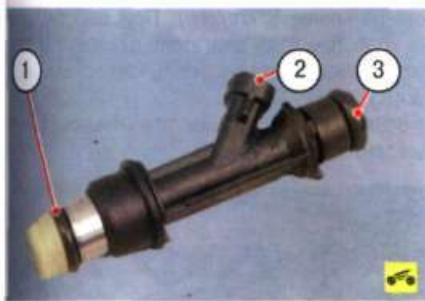

Рис. 5.23. Форсунка системы впрыска топлива: 1 – нижнее уплотнительное кольцо; 2 – штекерные выводы обмотки электромагнита; 3 – верхнее уплотнительное кольцо.
**Форсунки** (рис. 5.23) прикреплены к рампе, из которой к ним подается топливо, а своими распылителями входят в отверстия впускной трубы. В отверстиях рампы и впускной трубы форсунки уплотнены резиновыми уплотнительными кольцами 1 и 3. Форсунка предназначена для дозированного впрыска топлива в цилиндр двигателя и представляет собой высокоточный электромеханический клапан. Топливо под давлением поступает из рампы по каналам внутри корпуса форсунки к запорному клапану. Пружина поджимает иглу запорного клапана внутрь электромагнита. Конусное кольцевое отверстие в пластине распылителя открывается, и топливо впрыскивается через диффузор корпуса распылителя во впускной канал головки блока цилиндров и далее в цилиндр двигателя. После прекращения поступления электрического импульса пружина возвращает сердечник и иглу запорного клапана в исходное состояние – клапан запирается. Количество топлива, впрыскиваемое форсункой, зависит от длительности электрического импульса.